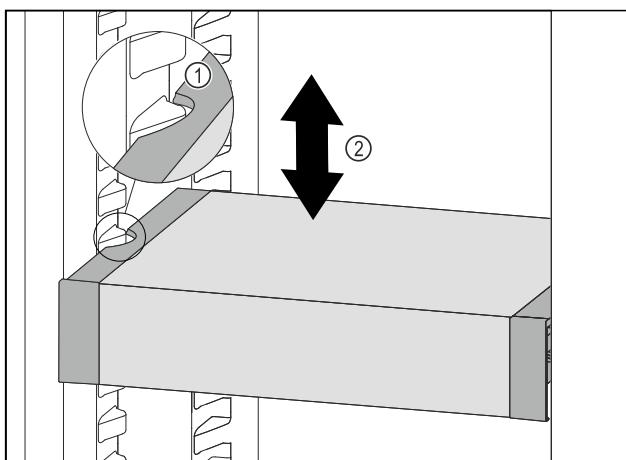

Fig. 104
- VarioSafe nach vorne ziehen, bis sich die seitlichen Aussparungen des VarioSafes auf Höhe der Behälterrippe im Kühlteil befinden. Fig. 104 (1)
- VarioSafe im Kühlteil nach oben oder unten bewegen, bis gewünschte Höhe erreicht ist. Fig. 104 (2)